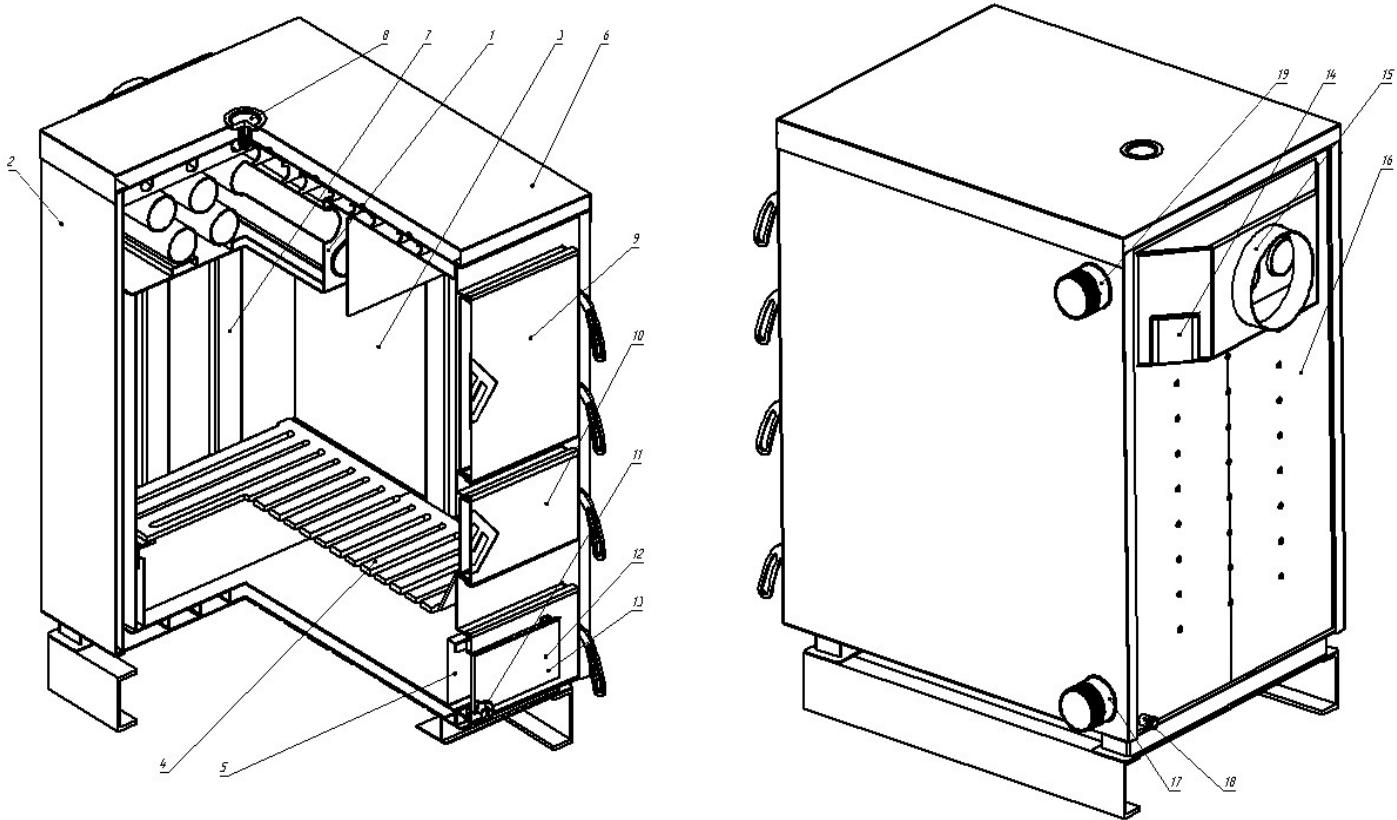

Рис. 1 Конструкция отопительного котла
3.6.4 Эксплуатировать котел при неполном заполнении системы отопления водой и с открытыми дверцами (поз.9,10,13) (см. рис.1).
4.1. Котел (рис. 1) состоит из корпуса (поз. 16), топки (поз.3), теплообменника (поз. 1), дымохода (поз. 15).